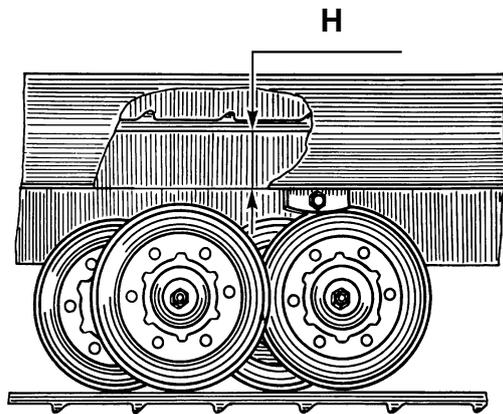

Рисунок 15 – Регулировка натяжения гусениц
– проверьте натяжение гусениц. Для снегоходов БУРАН 4Т расстояние Н (рисунок 15) между внутренней поверхностью верхней ветви гусеницы и нижней поверхностью угольника рамы у второго кронштейна крепления катков балансиров впереди по ходу снегохода должно быть 55...65 мм, для снегоходов БУРАН 4ТД – 60...70 мм.